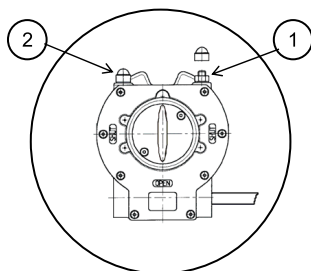

Рис.1 Кран с установленным редуктором
1.3 Установите редуктор в положение «открыто»- указатель положения редуктора должен указывать на положение OPEN (открыто) см. рис.1.
1.10.1 Снять защитный колпачок с контр-гайки упора-ограничителя. Открыть упор-ограничитель 1 и 2 (см. рис.1).